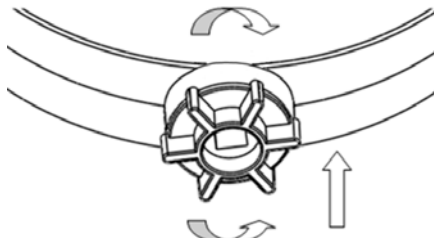

Рис. 5.1. Вертикальная регулировка.
- **Вертикальная регулировка обхвата головы:** нажмите на регулятор (См. рис. 5.1) и поворачивайте рукоять по часовой стрелке, чтобы уменьшить размер наголовника, и против часовой – чтобы увеличить. Щиток защитный лицевой должен плотно сидеть на голове.